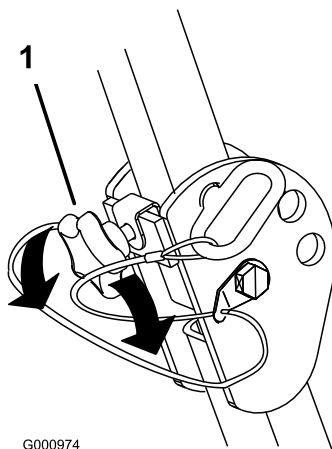

Bild 8
1. Lösen Sie zum Absenken des Überrollbügels die vorderen Handräder (Bild 8).
Wichtig: Ziehen Sie die vorderen Handräder gegen die mittleren Überrollbügelenden fest (Bild 8).